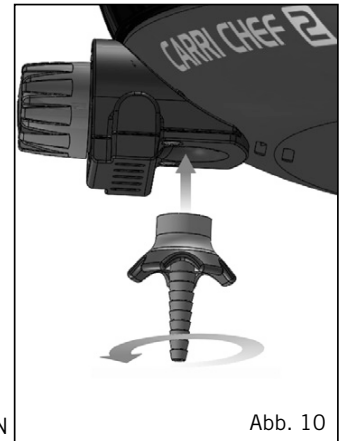

Abb. 10
- **HINWEIS!** Beim Installieren des Schlauchstutzens müssen Sie darauf achten, dass er beim Anziehen der Schlauchstutzenmutter gerade gehalten wird, um ein mögliches Gasleck zu verhindern. Mit einem passenden Schlüssel anziehen. (Abb. 10)
- Geräteklassen I 3B/P (30), I 3B/P (37) und I 3+ (28-30/37): Bringen Sie den Ventil-Schlauchstutzen am Ventil an, indem Sie ihn gegen den Uhrzeigersinn aufschrauben. Schieben Sie einen zugelassenen Schlauch auf den Ventil-Schlauchstutzen, bis er ordnungsgemäß sitzt. Am anderen Ende, eine passende Niederdruck-Regler (I3B / P (30): 30mbar Butan / Propan-Konfigurationen Regler; I3 + (28-30/37): 30mbar Butan Regler oder 37mbar Propan-Regler); I3B / P (37) : 37mbar Butan / Propan-Konfigurationen Regler).. Achten Sie auch hier darauf, dass der Schlauch gut sitzt. Die Art der Schlauch verwendet werden mit den einschlägigen EN-Norm und suchen Anforderung. In Südafrika muss der Regler der Norm SANS 1537 genügen.
- Geräteklasse I 3B/P (50): Schrauben Sie einen Schlauch mit korrekten Gewindeanschlüssen an beiden Enden auf das viertelzöllige BSP Linksgewinde am Ventil. Bringen Sie am anderen Ende des Schlauchs einen geeigneten 50 mbar Niederdruck-Regler an. Die Schlauchleitung verwendet werden, müssen mit DIN 4815 Teil 2 oder gleichwertig erfüllen.